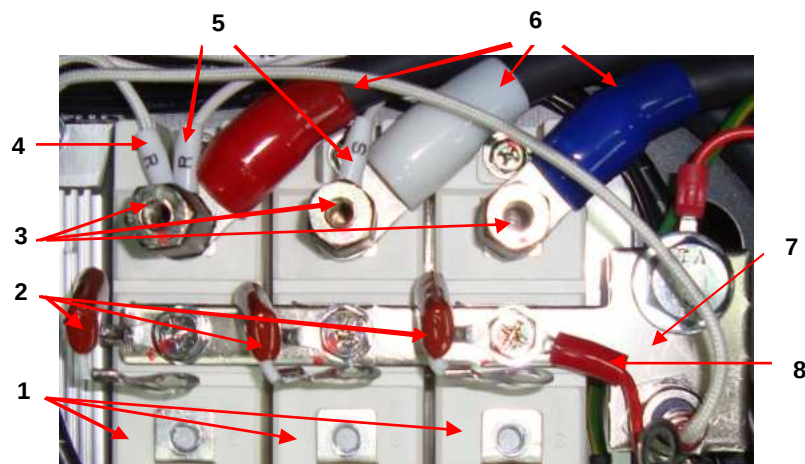

Рис. 7.7. Установка диодно-тиристорных модулей. .
7.6.7. Как показано на рис.7.7 стойками крепления платы варисторов присоединить: